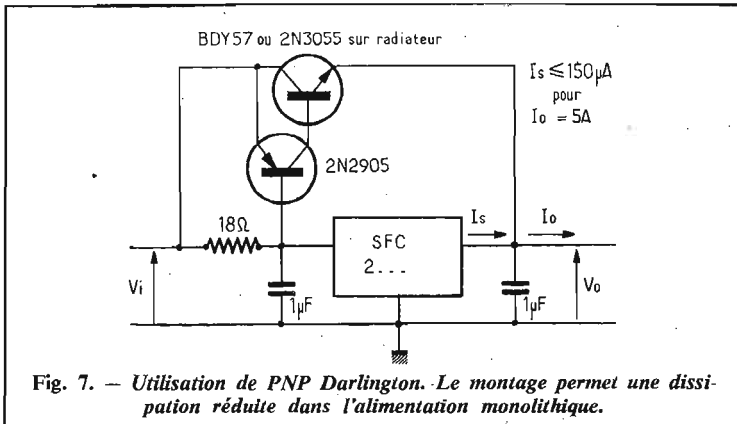

Fig. 7. — Utilisation de PNP Darlington. Le montage permet une dissipation réduite dans l'alimentation monolithique.
- Un ensemble Darlington PNP (Fig. 7).